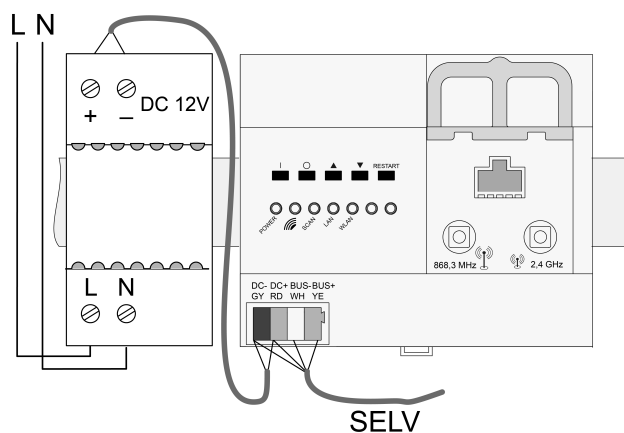

Figura 3: Schema di collegamento
- Collegare l'apparecchio come da schema di collegamento (Figura 3).